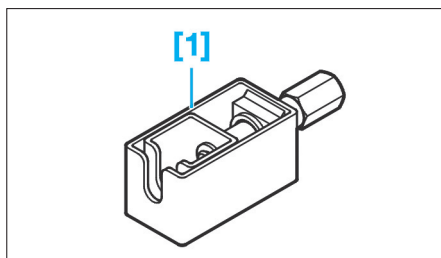

FIG. 7
- [1]. Outil de désaccouplement (réf : 999 7071) (Fig.7).
[2]. Outil de désaccouplement (réf : 999 7071) (Fig.7).